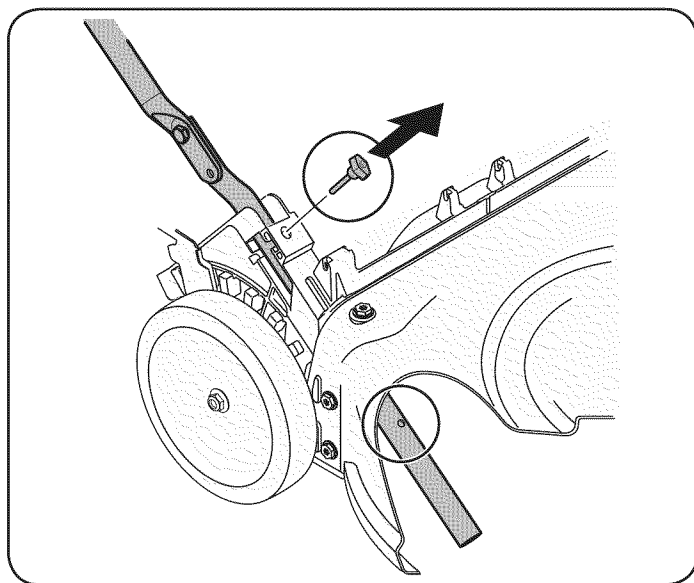
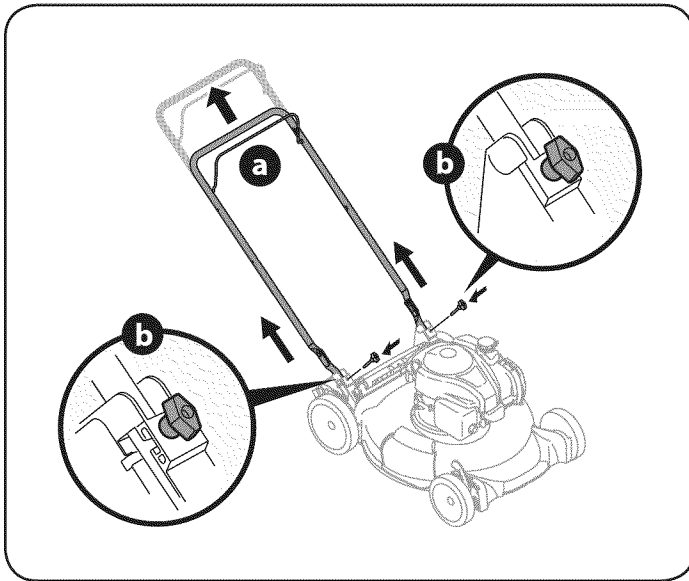

Figura 3
Figura 4
2. Retire la T-pernos de la manija entre corchetes como se muestra en la Figura 3.
- a. Tire hacia arriba en el asa hasta agujeros en la manija (que se muestra en la Figura 3 corte de la cubierta) se alinean con los agujeros en el mango soporte. Vea la Figura 4.
- b. Inserte el T-pernos quitó anteriormente a través del mango corchetes y asa inferior y apriete bien para asegurar el mango en su lugar. Vea la Figura 4.